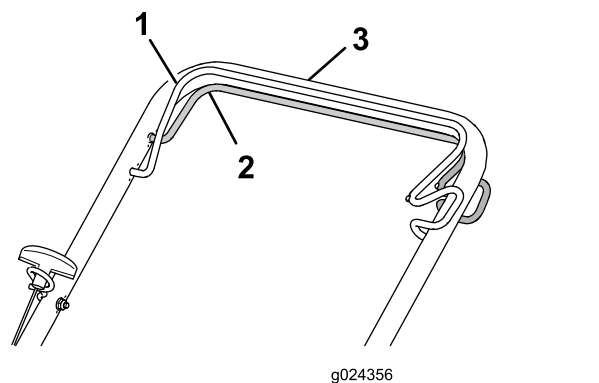

**Figura 15**
3. Tirate la barra di comando della lama verso la stegola superiore e tenetela in questa posizione (Figura 15).